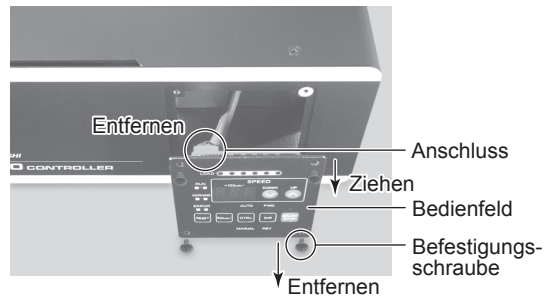

Abb. 20
- (1) Entfernen Sie die 4 Schrauben, mit denen das Bedienfeld befestigt ist, und ziehen Sie das Bedienfeld vorsichtig vom CONTROLLER ab (Abb. 20). Entfernen Sie den Stecker von der Rückseite des Bedienfelds (Abb. 20).